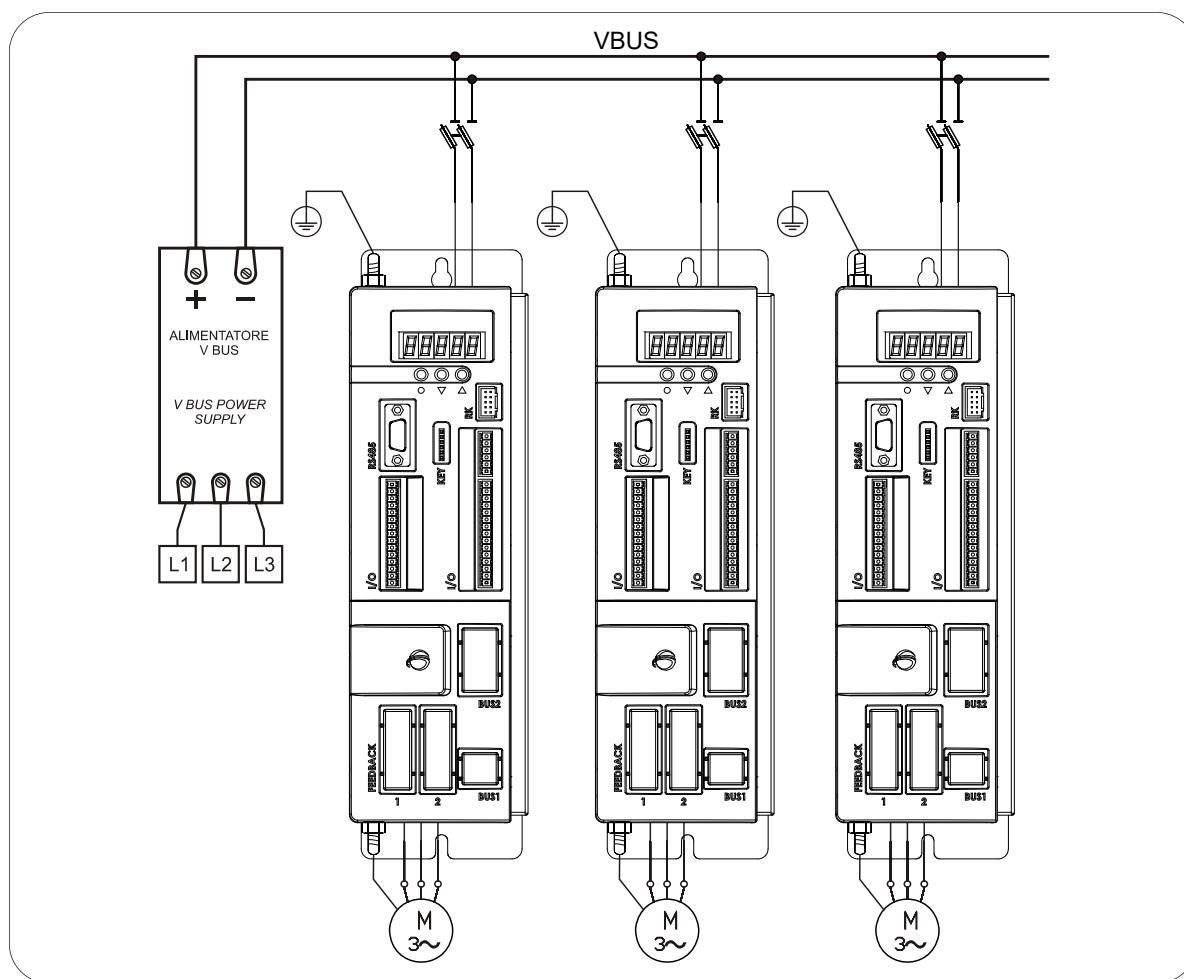

FIG. 11 (Connessione con BUS in comune / Connection via shared BUS)
Il motore va collegato ai morsetti contrassegnati **U, V, W** (FIG. 11) con il cavo di terra collegato alla vite **PE** (FIG. 11). Nelle taglie dal 70A al 150A passare le tre fasi motore attraverso il toroide presente all'interno, senza schermo e terra. Il collegamento deve essere fatto con cavi di sezione adeguata (v. TAB. 8). Per il collegamento del motore usare solo cavi schermati o armati e collegare la schermatura alla terra sia dalla parte del convertitore che dalla parte del motore. Se non fosse possibile l'uso di cavi schermati, i cavi del motore dovrebbero essere sistemati in una canaletta metallica collegata a terra. **TDE MACNO raccomanda di interporre tra motore e azionamento un'induttanza come riportato in TAB. 26. Con cavi di lunghezza maggiore di 15 metri per OPDE 03A÷07A e per le altre taglie 50 metri, l'utilizzo di tale induttanza è obbligatorio.** Un cortocircuito tra le fasi **U, V, W** causa il blocco del convertitore. In caso di interruzione fra motore ed azionamento OPDE tramite commutatori elettromagnetici (teleruttori, relè termici, ecc...) si consiglia di garantire che l'azionamento venga disabilitato prima dell'interruzione del collegamento motore-convertitore (per non danneggiare i teleruttori stessi).
*The motor must be connected to terminals **U, V, W** (FIG. 11) with the ground cable connected to the **PE stud** (FIG. 11). In sizes from 70A to 150A pass the motor three phase through the present toroid inside, without shield and ground. Always use cables of appropriate size (see TAB. 8).*
Gli azionamenti OPDE prevedono la possibilità di essere alimentati attraverso un bus comune, in alternativa alla rete trifase, mediante un opportuno alimentatore CC o un ponte a diodi (v. FIG. 11).
OPDE drives can be powered by a common bus, instead of 3-phase supply mains, by means of a suitable DC supply unit or diode bridge (s. FIG. 11).